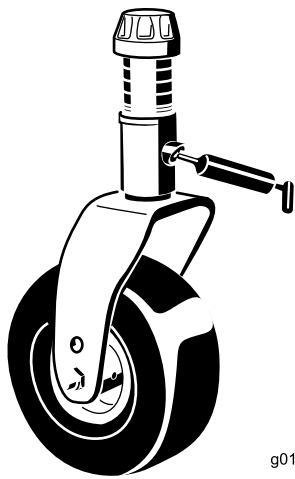

Figura 61
- Boccole (2) dell'asse della forcella delle ruote orientabili (Figura 61)